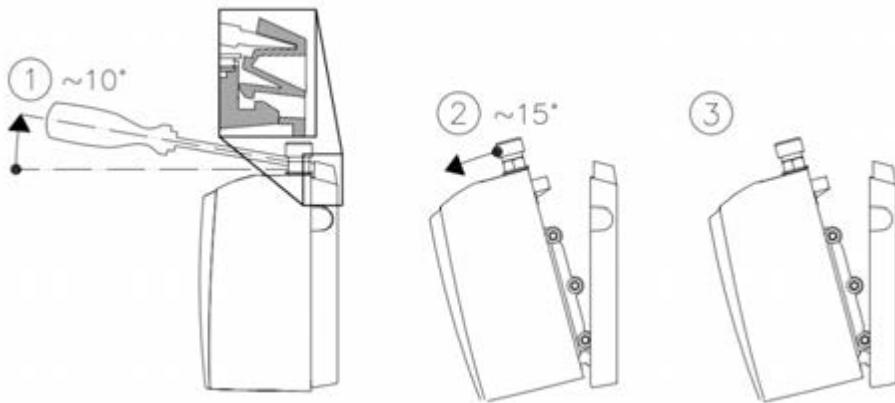

Рисунок 1. Отсоединение монтажной панели от ПЭВН
Отсоедините монтажную панель от корпуса водонагревателя, следуя инструкции на рис. 1. Для этого вставьте отвертку с плоским наконечником в замок, расположенный между патрубками холодной и горячей воды до упора и слегка потяните вверх (1). Наклоните прибор вперед максимум на 15 ° (2) и отсоедините прибор, потянув его вверх. (3)